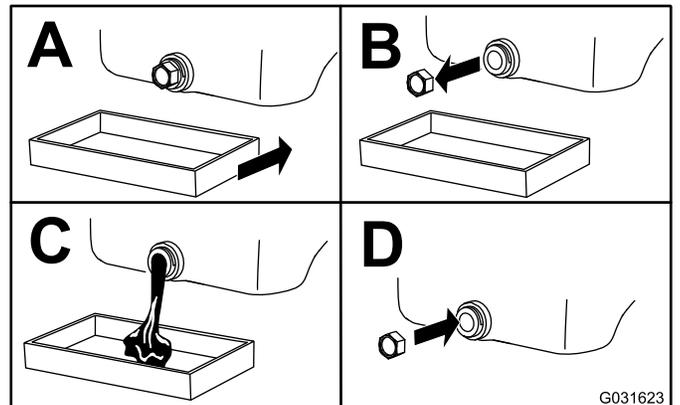

Figura 25
- A. Retire el tapón de vaciado y deje que todo el aceite se drene del motor (Figura 25).
- B. Instale el tapón de vaciado (Figura 25). Apriete el tapón a 13.6 N·m (10 pies-libra).